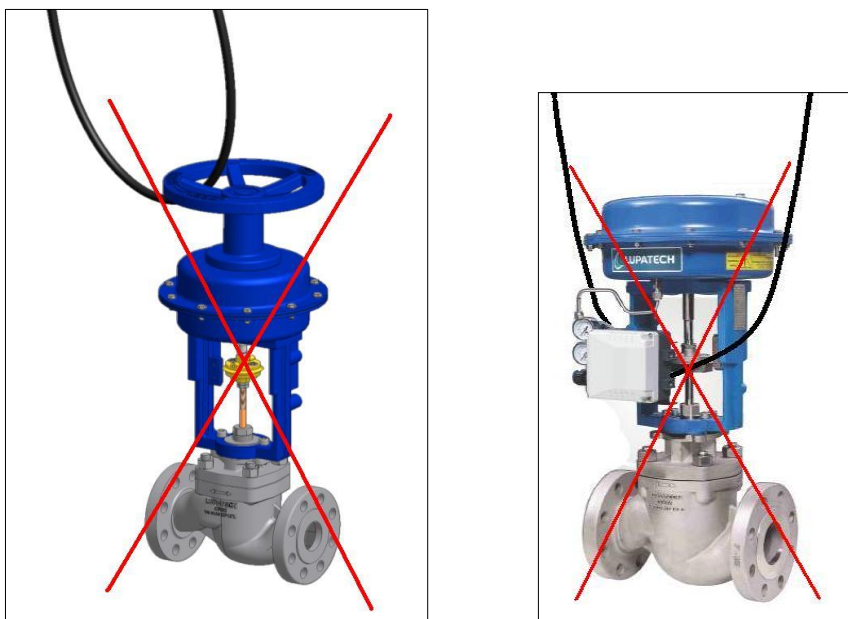

Figura 3 – Transporte sem Embalagem
**Nunca** içar a válvula pelo volante do atuador ou pelos acessórios de instrumentação (Figura 3). A movimentação da válvula após a retirada da embalagem deverá ser de forma segura, para evitar acidentes pessoais e danos materiais.